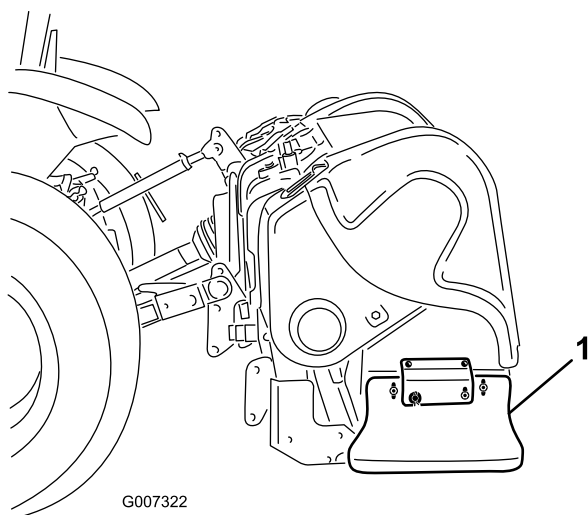

図 35
1. サイド・シールドをフレームに固定しているボルトとナットをゆるめる（図 35）。